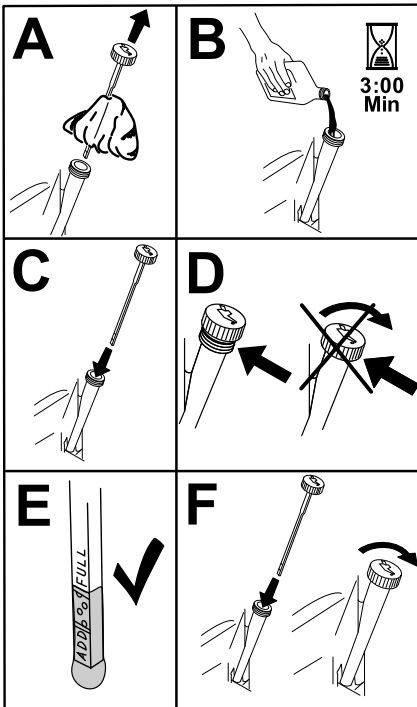

Bild 45
6. Gießen Sie langsam ungefähr 80 % der angegebenen Ölsorte in den Einfüllstutzen und füllen Sie dann vorsichtig mehr Öl ein, um den Ölstand an die Voll-Markierung zu bringen (Bild 45).